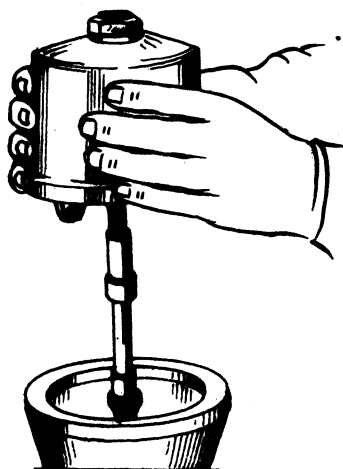

Рис. 46. Снятие ротора
2. Отверните гайку крепления ротора, снимите упорную шайбу и ротор (рис. 46).